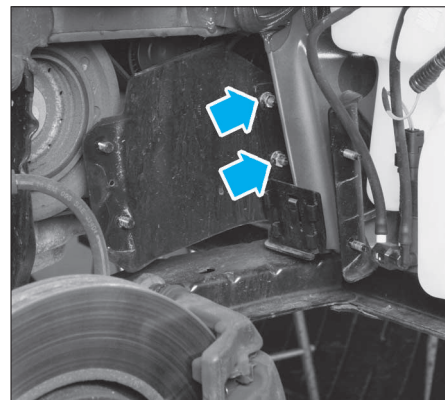

FIG. 37
- le protecteur intérieur du filtre à carburant (Fig.37).